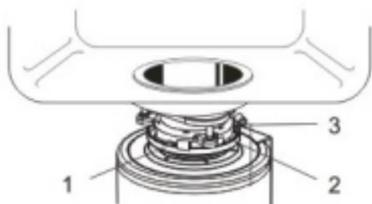

Рисунок 6.1
- c. Отрегулируйте положение измельчителя отходов и убедитесь, что к кнопке сброса, расположенной внизу, можно дотянуться в обход трёх крепёжных защелок (1) на направляющей (2) фиксирующей пластины (см. рис. 6.1).